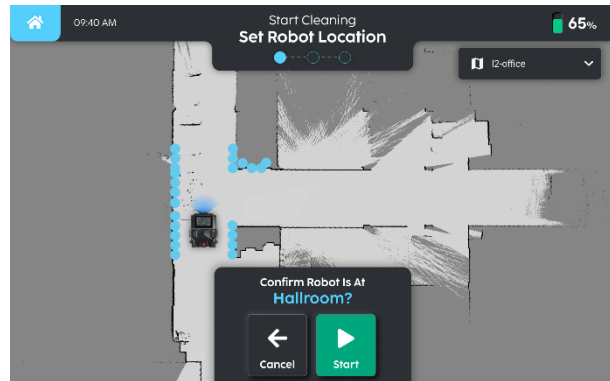

Fig. 3
2. Stel de locatie van de robot in op de kaart en selecteer 'START' (fig. 3).